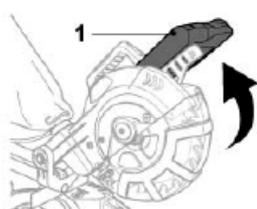

Fig. 31
- > Levez la poignée [1] au maximum (Fig. 31).